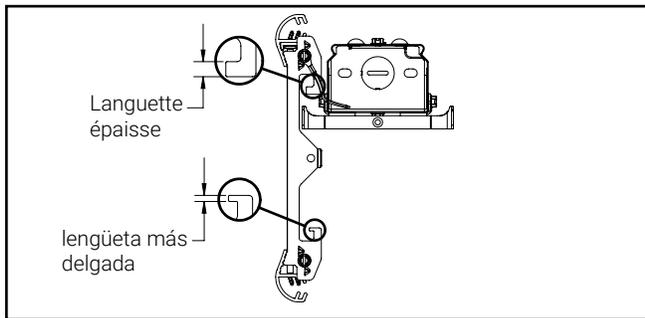

**Figure 2**
2. Câblez le luminaire selon les normes et installez le protecteur du canal sur le canal avec les vis fournies. (Figure 2)